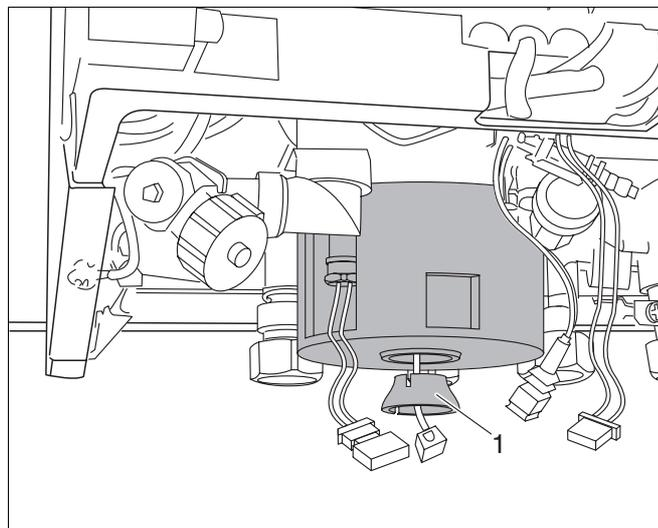

Fig. 71 Sostituire il sensore dell'acqua di riscaldamento risp. dell'acqua sanitaria
- Rimuovere la protezione d'isolamento (fig. 71, pos. 1) e togliere l'isolamento inferiore.